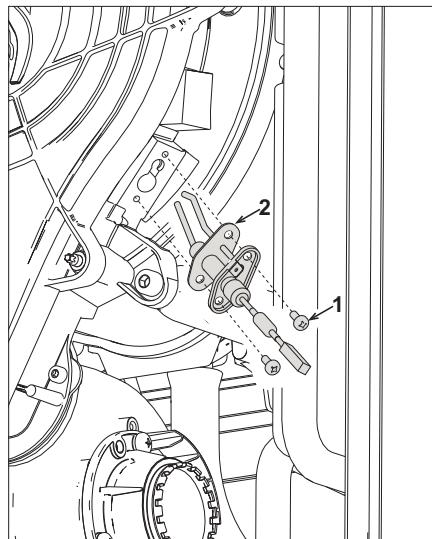

fig. 44
- Pentru a curăta schimbătorul de căldură este util să scoateți electrodul (vezi fig. 44)